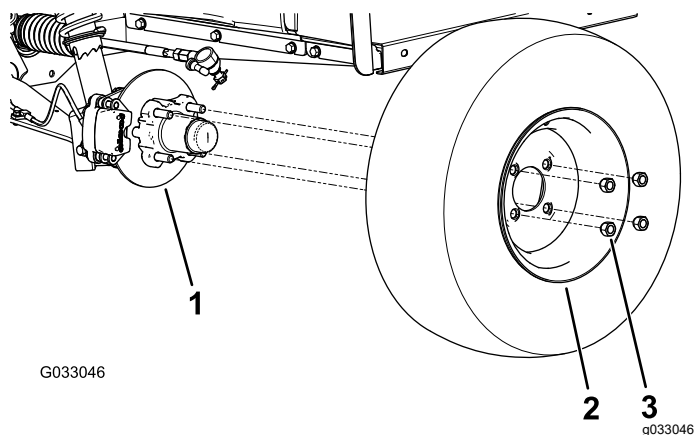

図 29
2. ホイールをハブに固定しているラグナット4個を外す 図 29。
4. ホイールをハブに取りつける。空気バルブを外側に向けて取り付けること 図 29。
5. ラグナットを使用して、ハブにホイールを取り付ける 図 29。